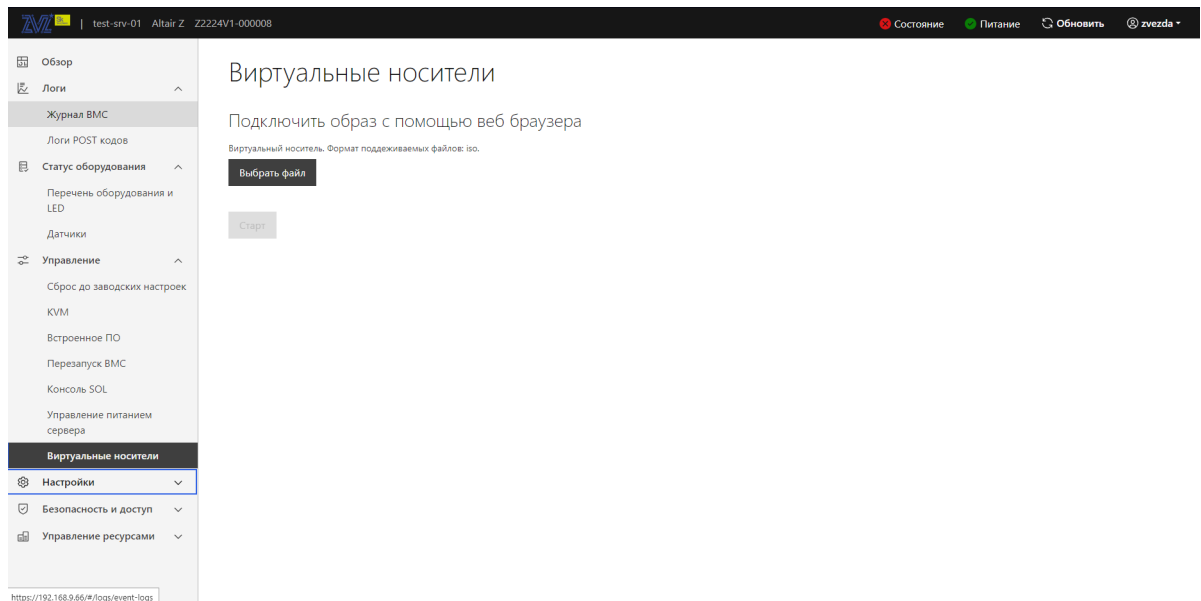

Рис. 85. Окно «Виртуальные носители»
- 7) Пройдите во вкладку «Управление» → «Виртуальные носители» в данной вкладке осуществляется виртуальное подключение периферийных устройств. Окно показано на рис. 85 Окно «Виртуальные носители»